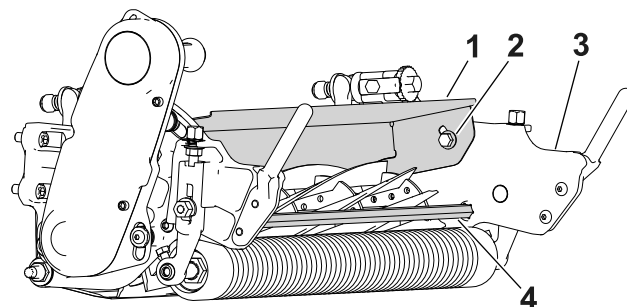

Figura 17
1. Desaperte os parafusos que fixam o resguardo de relva (Figura 17) à unidade de corte.